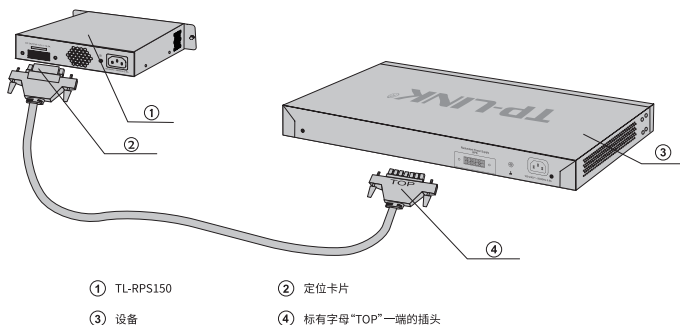

图3-6 连接设备和TL-RPS150示意图
3. 使用TL-RPS150中配送的直流电源线连接设备和TL-RPS150。如图3-6所示，直流电源线的其中一端插头上标有字母“TOP”，另一端插头上则带有一个定位卡片。请将标有字母“TOP”的一端插到设备的RPS输入接口，而带有定位卡片的一端插入TL-RPS150的直流输出接口。操作时应注意将两端插头中带字母“TOP”和带定位卡片的一面朝上。